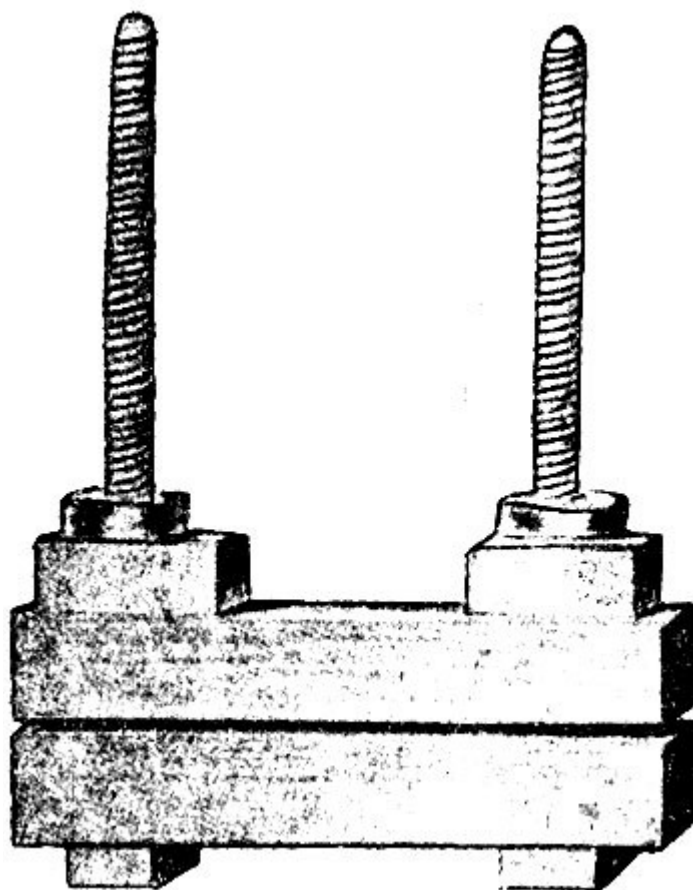

Рис. 67. Переплетные тиски (пресс)
1) Переплетные тиски (пресс). Состоят они из двух деревянных брусков с винтами и гайками (рис. 67). Оба бруска должны быть одинаковой длины, ширины и толщины, винты должны быть наглухо, точно под прямым углом прикреплены к нижнему бруску, верхний же брусок должен быть подвижным — свободно, но и не болтаясь передвигаться на винтах вверх или вниз. Для этого в нем проделаны две дыры, которыми он на эти винты и надевается. Гайки закручиваются поверх верхнего бруска. Лучшим материалом для тисков является береза или липа, очень хорош также и дуб, но он тяжеловат.